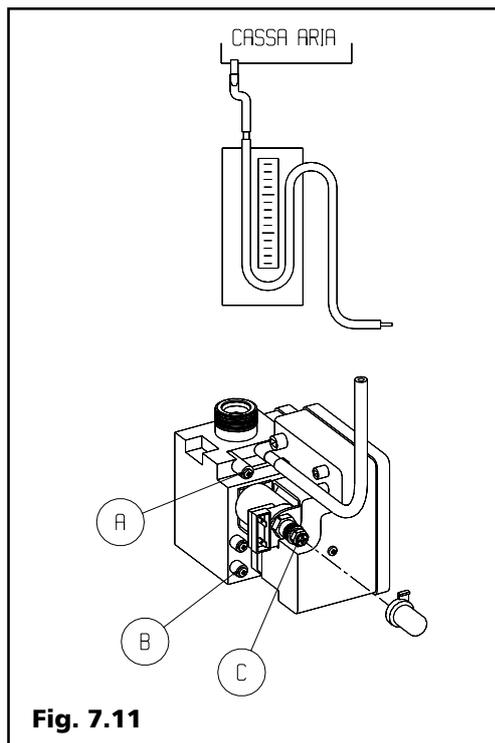

Fig. 7.11
7.4 Taratura delle pressioni al bruciatore, verifiche preliminari (Fig. 7.11)
Per effettuare taratura e verifiche è indispensabile munirsi di misuratore di pressione (a colonna d'acqua o digitale) cacciavite a taglio medio e chiave a tubo del 10 mm. Procedere come di seguito descritto (fig. 7.11):
- collegare il manometro sulla presa di pressione (B) a monte della valvola gas;
- scollegare il manometro e chiudere la presa (B).
7.5 Taratura delle pressioni al bruciatore (Fig. 7.11)
- collegare un capo del manometro alla presa di pressione (A) a valle della valvola del gas e l'altro alla presa di compensazione sulla cassa aria;
- togliere il cappuccio di protezione della vite di regolazione del minimo (C).